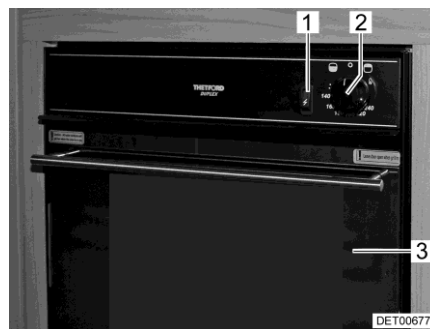
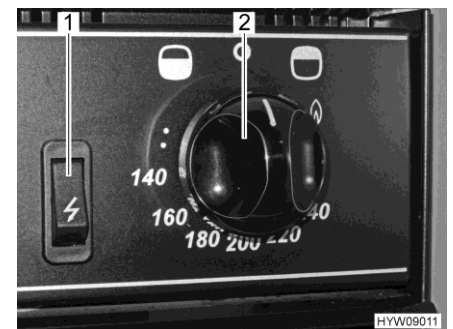

Fig. 123 Four à gaz avec grill
Fig. 124 Boutons de commande (four à gaz avec grill)
- Ouvrir complètement la porte du four (Fig. 123,3).
- Appuyer sur le bouton tournant (Fig. 123,2 et Fig. 124,2) et le régler à la puissance maximale en le faisant tourner dans le sens inverse des aiguilles d'une montre (en direction du symbole de four "☼").
- Enfoncer le bouton tournant (Fig. 123,2 et Fig. 124,2) et le maintenir enfoncé pendant 5 à 10 secondes. Le gaz s'écoule vers le brûleur.
- Appuyer sur l'interrupteur d'allumage (Fig. 123,1 et Fig. 124,1) jusqu'à ce que la flamme se consume.
- Appuyer sur le bouton tournant (Fig. 123,2 et Fig. 124,2) et le placer sur le symbole de la flamme e en le faisant tourner dans le sens des aiguilles d'une montre (en direction du symbole de grill "☀").
- Placer le bouton tournant (Fig. 123,2 et Fig. 124,2) sur "O". La flamme s'éteint.